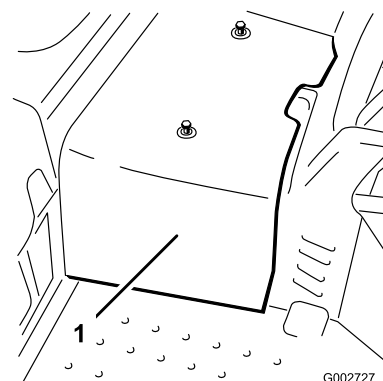

Bild 40
2. Lösen Sie die zwei Schrauben, mit denen die mittlere Abdeckung an der Maschine befestigt ist, und nehmen Sie die Haube ab (Bild 40).